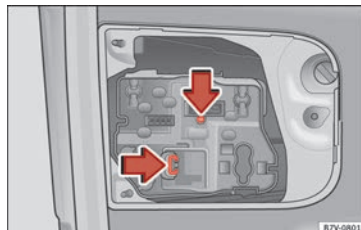

Fig. 112 Dans le hayon arrière : retirer le porte-ampoule.
4. Appuyez sur les languettes de fixation dans le sens de la flèche » fig. 112 et retirez le porte-ampoule.